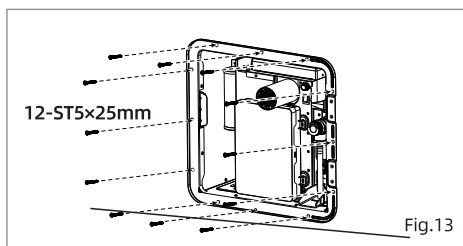

Fig.13
2. Le couvercle de la bride du chauffe-eau est recouvert d'une bande d'étanchéité EPDM. (Fig.10) Le matériau ignifuge doit être plat et raccordé sans discontinuité. Pressez ce produit dans le trou ouvert. Fixez le chauffe-eau à la carrosserie avec 12 vis (ST5×25 mm). L'air et l'eau doivent être isolés des ouvertures afin d'éviter toute pénétration à l'intérieur du véhicule récréatif (Fig.13).